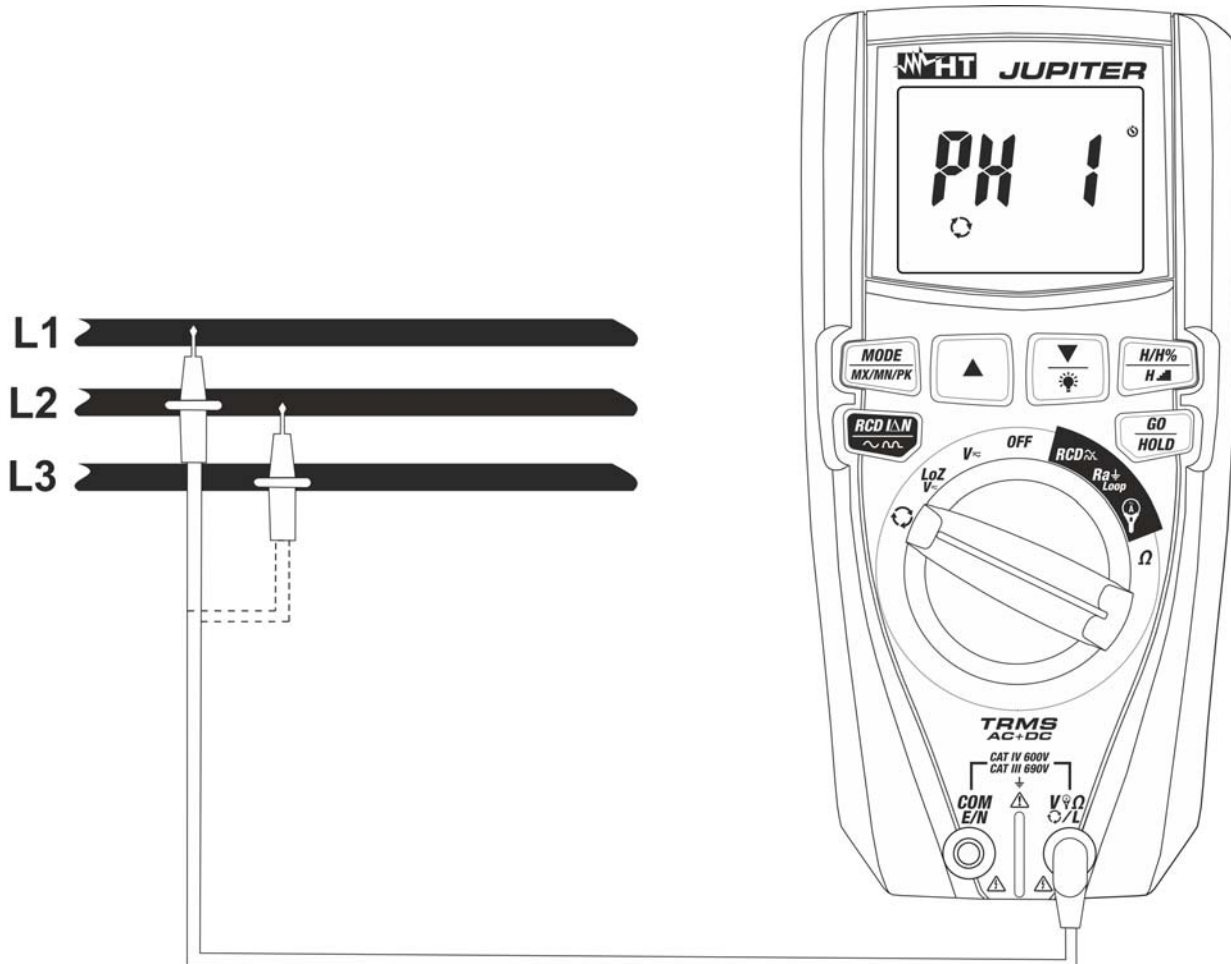
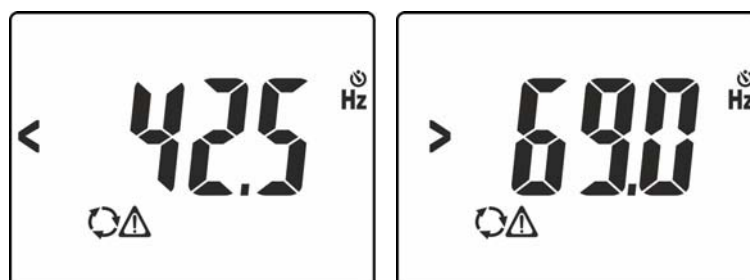
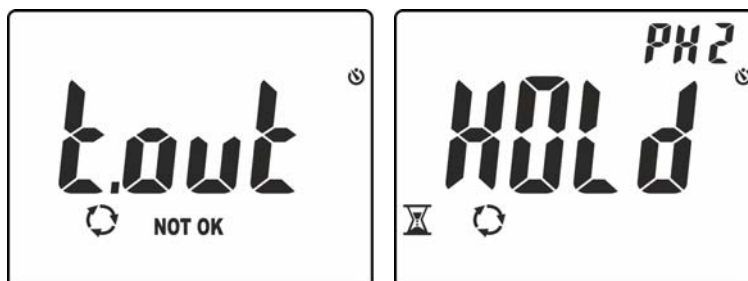

Abb. 12: Verwendung des Geräts für den Test der Phasenfolge und Phasengleichheit
Abb. 13: Angabe einer Spannung mit falscher Frequenz
Abb. 15: Ermittlung der Phase L1 und Abwarten der Phase L2
3. Halten Sie die rote Messleitung an die Phase **L1** des zu messenden dreiphasigen Systems (siehe Abb. 12). Die folgenden Meldungen können im Display erscheinen (siehe Abb. 13) und geben die Anwesenheit eines Spannungssignals an, deren Frequenz außerhalb des Bereiches **42.5Hz ÷ 69Hz** liegt. In diesen Bedingungen führt das Gerät keinen Test durch.
6. Halten Sie die rote Messleitung an Phase **L2** des zu messenden dreiphasigen Systems (siehe Abb. 12). Falls der Übergang von der Phase L1 zur Phase L2 in einer Zeit länger als **10s** erfolgt, zeigt das Gerät die Meldung **“t.out”** im Display (siehe Abb. 15 – linke Seite). Bei vorhandener Spannung und Frequenz, zeigt das Gerät die Meldung **“HOLD”**, die Symbole  und **“PH2”** im Display an und der Summer gibt einen kontinuierlichen Ton ab, das Gerät überprüft dann noch ob ein stabiler Spannungswerts auf der Phase L2 (siehe Abb. 15 – rechte Seite) vorliegt.